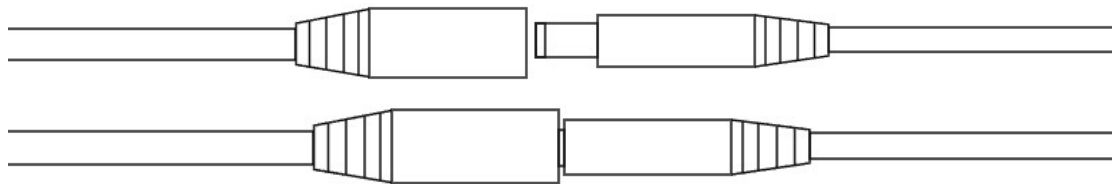

图 4-7 圆形插口连接示意图
2、将电源线和电源适配器连接至电源，将电源适配器尾端的圆形插口连接至 USB 线缆的圆形接口处，如图 4-7 所示。